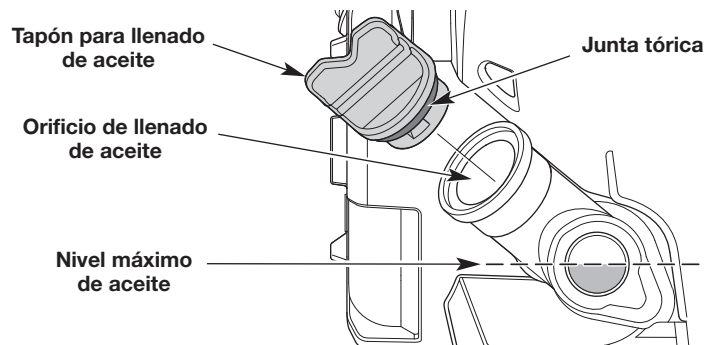

Fig. 12
3. Observe el interior del visor del nivel de aceite; use una linterna si es necesario. **El nivel de aceite debe llenar el visor hasta aproximadamente la mitad** (Fig. 12). Si el nivel de aceite es demasiado bajo, agregue aceite. Consulte *Procedimiento para agregar aceite*.
1. Limpie la zona que rodea el tapón de llenado de aceite (Fig. 12) a fin de evitar que ingresen residuos en el orificio de carga de aceite.
- Agregue aceite al orificio de llenado de aceite hasta que el nivel de aceite llegue hasta aproximadamente la mitad del visor del nivel de aceite (Fig. 12).
**NOTA:** Compruebe que la junta tórica esté en su lugar en el tapón de llenado de aceite (Fig. 12).
- Limpie la zona que rodea el tapón de llenado de aceite (Fig. 12) a fin de evitar que ingresen residuos en el orificio de carga de aceite.